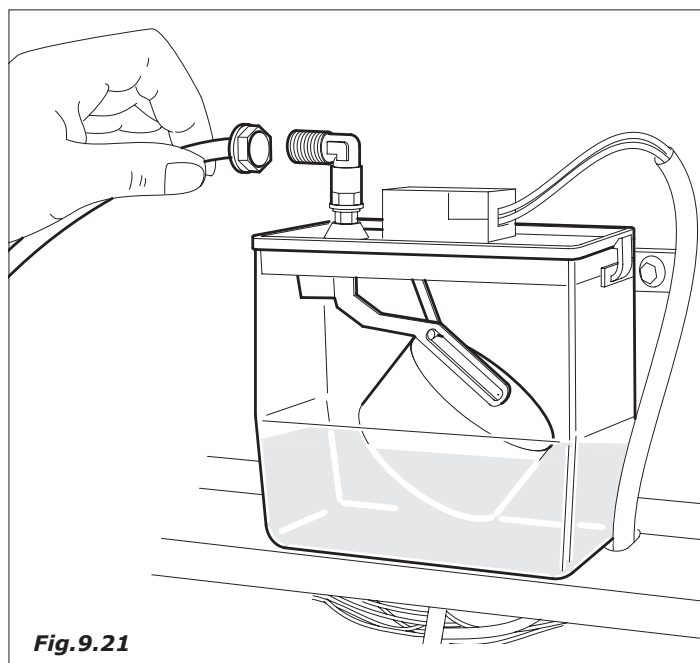

Fig.9.21
- Collegare il tubo di mandata del filtro decalcificatore alla vaschetta dopo aver staccato il tubo già presente (Fig.9.21).